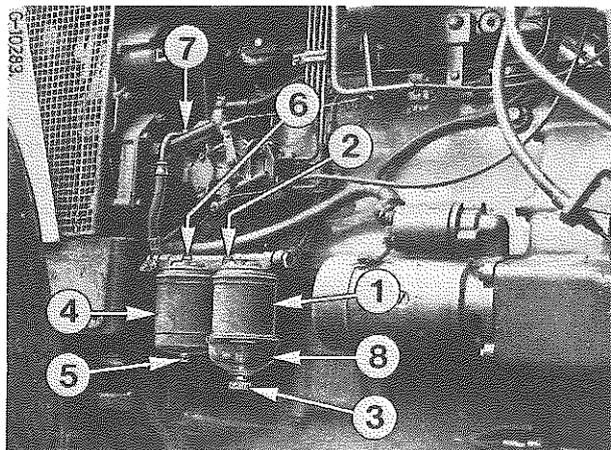
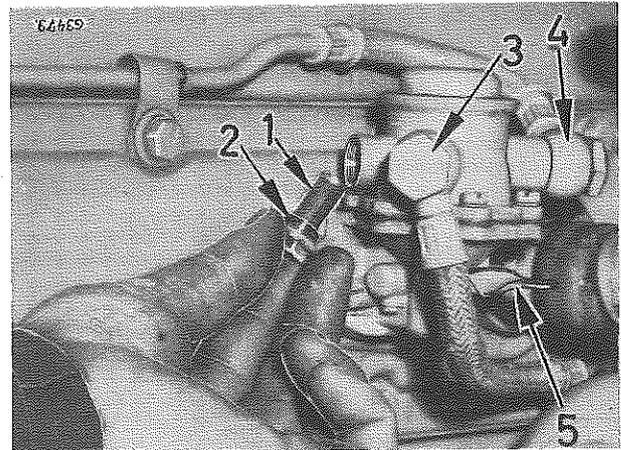

Figure 71
Figure 74
Desserrez la vis de vidange (3) Fig. 71 et la vis de purge (2) avant de faire démarrer le moteur. Resserrez la vis dès que l'eau est évacuée et que le combustible s'écoule. Si vous avez laissé l'eau dépasser le haut de la cuve transparente (8), il est nécessaire de purger également le filtre final (4). Pour ce faire, desserrez la vis (5) et la vis de purge (6) jusqu'à ce que le combustible commence à s'écouler.
Remplacez le filtre primaire (1) Fig. 71 toutes les 800 heures de travail ou même avant si vous constatez une perte de puissance, et le filtre final toutes les 2000 heures.
La pompe d'alimentation ne nécessite aucun entretien en dehors du nettoyage du tamis de filtrage (1), Fig. 74. Retirez et nettoyez ce tamis toutes les 800 heures de fonctionnement. Selon la qualité du combustible utilisé un intervalle plus court peut s'avérer nécessaire. Nettoyez le tamis dans du combustible Diesel ou du pétrole et remettez-le en place en utilisant une nouvelle rondelle joint.
Si le système d'alimentation a été en partie démonté ou si le réservoir a été complètement vidé, il sera nécessaire de purger le système. Procédez de la façon suivante : Desserrez les vis de purge (4), Fig. 74 et (2, 6) Fig. 71, dans cet ordre, et resserrez-les quand le combustible s'écoule sans bulles d'air. Pendant tout ce temps actionnez le levier de commande manuelle (5) Fig. 74 et n'arrêtez que lorsque la vis de purge correspondante est resserée.
NOTE : Si le réservoir a été complètement vidé il y a lieu de purger la pompe d'injection. Desserrez la vis de purge (7), Fig 71 et resserrez-la lorsque le combustible s'écoule sans bulles d'air.